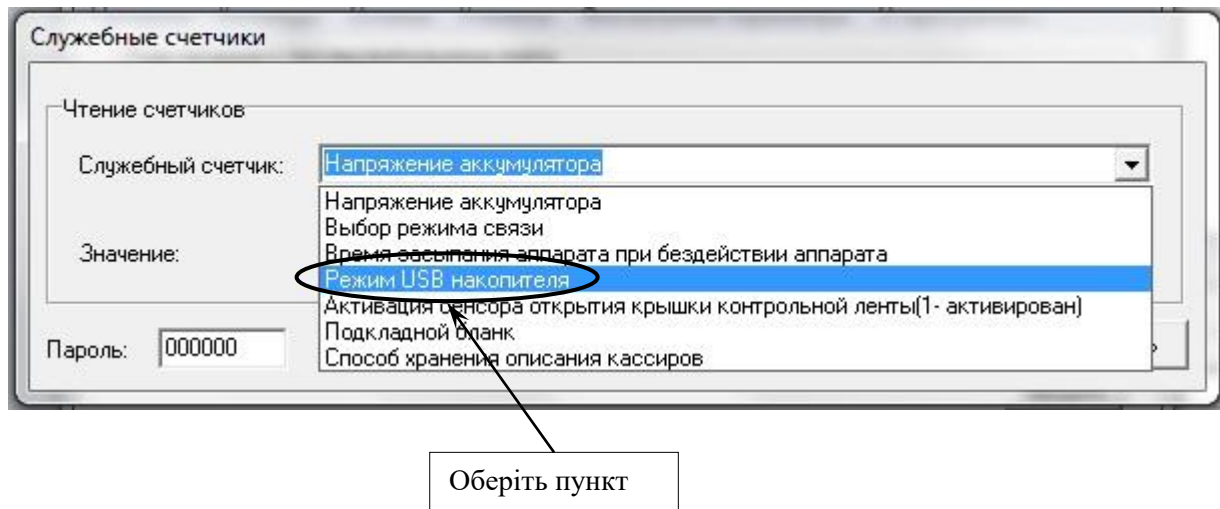

Рисунок 35
– у вікні, що з'явилося, у випадаючому списку поля «Служебный счетчик» обрати пункт «Режим USB накопителя» (рисунок 35);